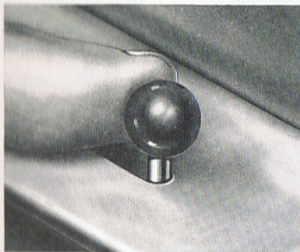

Abb. 16
- 1/D-1 Für eine längere Ausschaltung des Transporteurs, den schwarzen Knopf **ohne zu drücken** nach rechts schieben (Abb. 16).